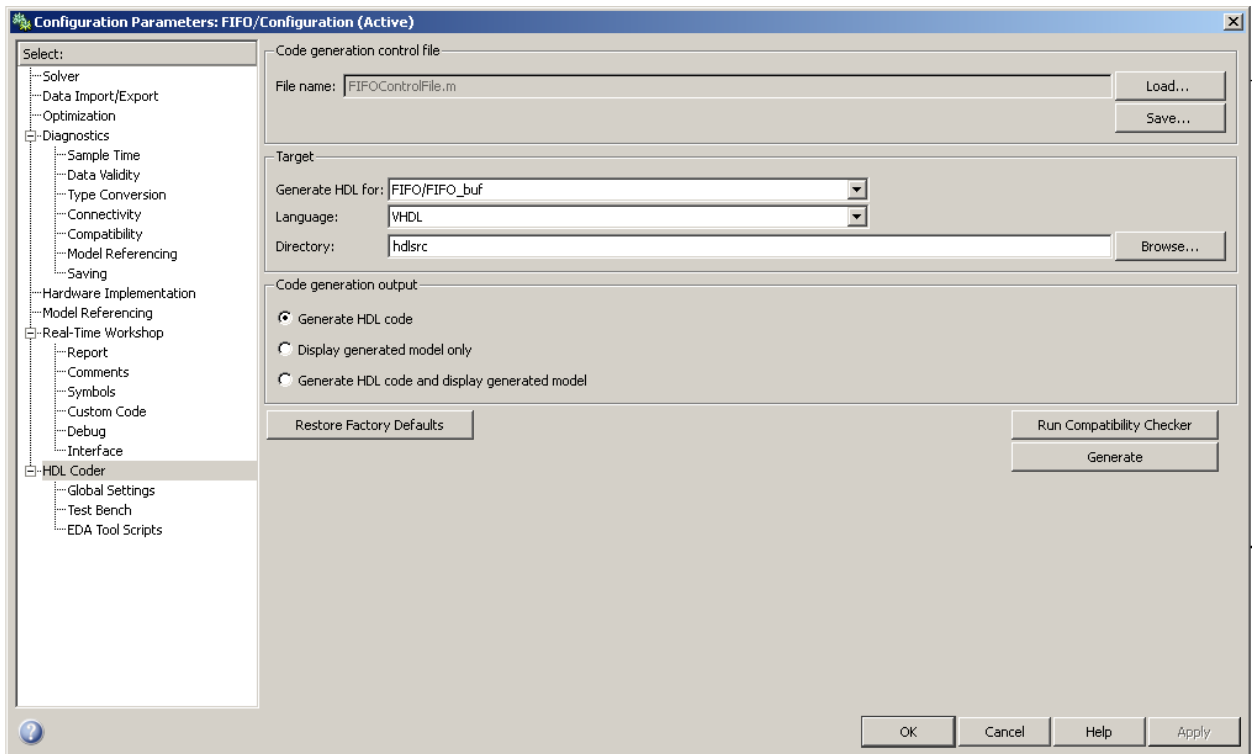

Рис. 31. Настройки HDL Coder готовы к генерации VHDL-кода модели
22. В окне Configuration Parameters модели в настройках для HDL Coder нажмите на кнопку Load и укажите FIFOControlFile.m в качестве control file для модели. В результате окно Configuration Parameters должно выглядеть как на рис. 31.